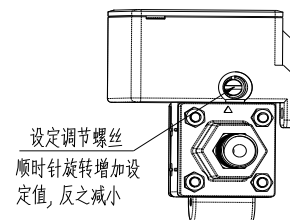

图 5
3. 打开上盖，调整设定值：该设定值意味着当被测压力/压差上升到该值时，开关动作。压力/压差下降到设定值以下开关便返回到原状态。该设定值通过调节压差开关右侧面的调节螺丝获得，如图 5，仅需要用一字螺丝刀旋转调节螺丝，使指针与对应压差刻度值对齐即可。